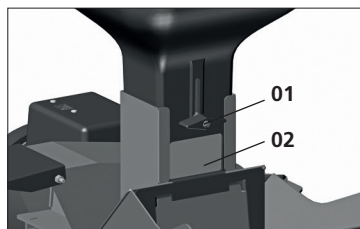

Fig. 18
Afloje la mariposa (1), ubicada en el lateral del embudo. Con el regulador flojo (2), haga el regulado desplazándolo hacia arriba si precisa una abertura más grande, o hacia abajo, si precisa una abertura más chica. Después del ajuste, apriete la mariposa (1), [Fig. 18].